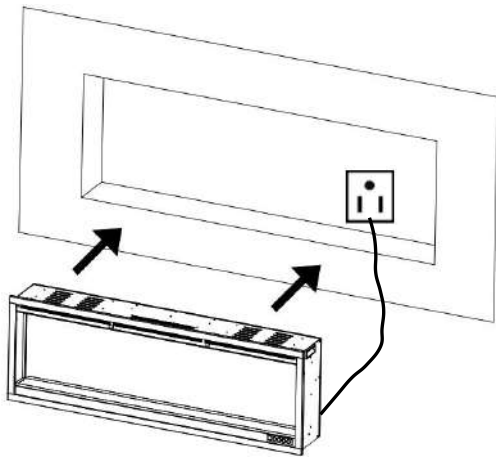
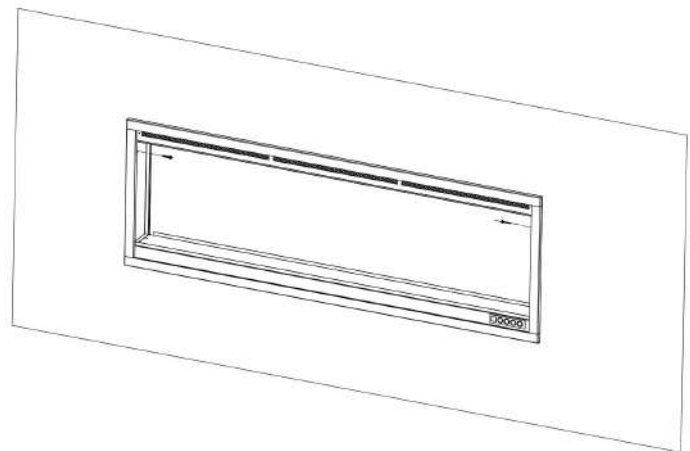

Fig. 2-3
Fig. 2-4
3. Sluit de haard aan op het stopcontact. **Fig.2-3**
4. Laat twee volwassen mensen de haard optillen en in het inbouwframe plaatsen, en zet hem vervolgens vast door **2** houtschroeven (**B**) door de gaten te steken. (**Afb. 2-3, Afb. 2-4**). Plaats daarna de metalen beugels terug.